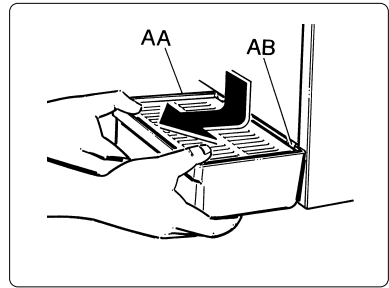

Fig. 19
- i) Desmontar el recipiente recoge gotas (AA) bajándolo y tirando de él hacia el exterior (ver fig. 19).